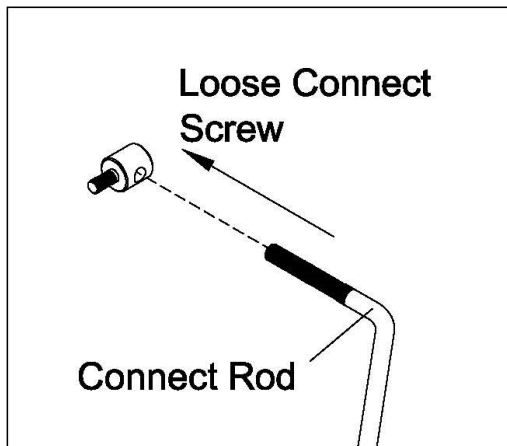
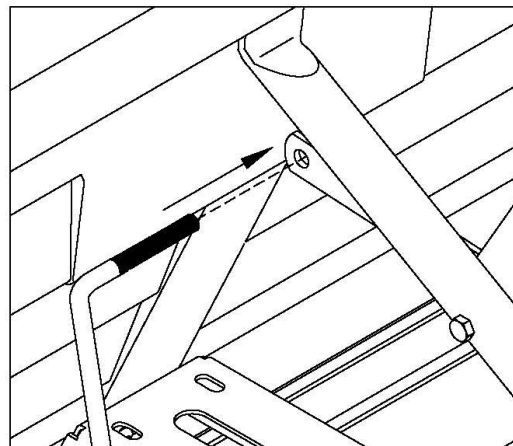

Figure 7
Figure 8
4. Lösen Sie eine Verbindungsschraube von der Pleuelstange. Siehe Abbildung 7. Befestigen Sie die Pleuelstange am Loch unter dem Durchflussregler und befestigen Sie sie mit der Verbindungsschraube. Siehe Abbildung 8. Montieren Sie die Verbindungsschraube am Ende der Pleuelstange am Beschlag des Eingangs. Mit einer M6-Nylon-Stoppmutter befestigen. Ziehen Sie die Muttern nicht zu fest an. Die Verbindungsschrauben müssen sich drehen können. Siehe Abbildungen 9 und 10.